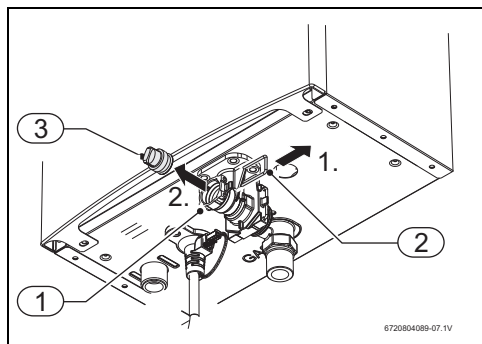

Рис. 10 Сливной винт
- ▶ Не устанавливайте водонагреватель в помещениях, в которых температура может опускаться ниже точки замерзания (0 °С). При опасности замерзания выключите водонагреватель и слейте воду (→рис. 10).